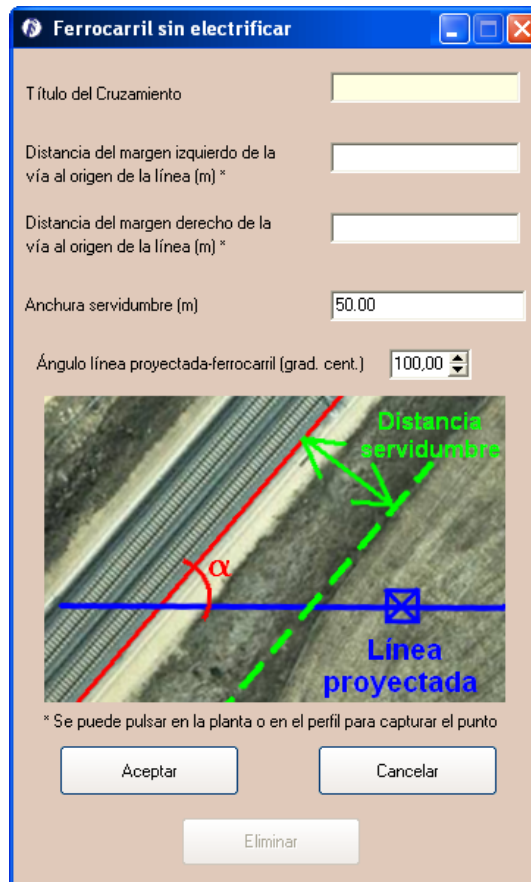

Figura 5.44. Cruzamiento con ferrocarril sin electrificar
- Cruzamiento con ferrocarril sin electrificar (). En la ventana de línea aérea de mayor tensión (Figura 5.44) podemos introducir un cruzamiento indicando: